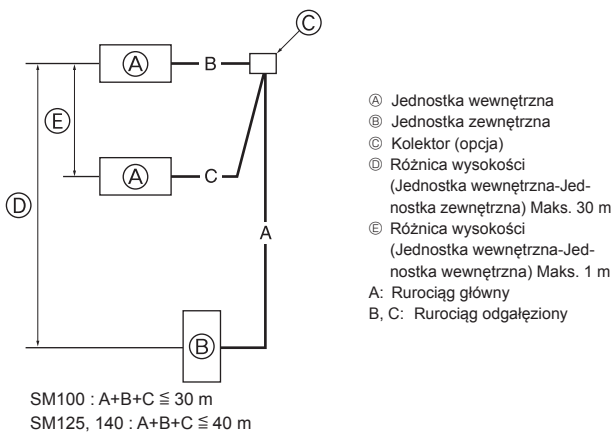

Fig. 4-8
4.8. Układy twin/triple (Fig. 4-8)